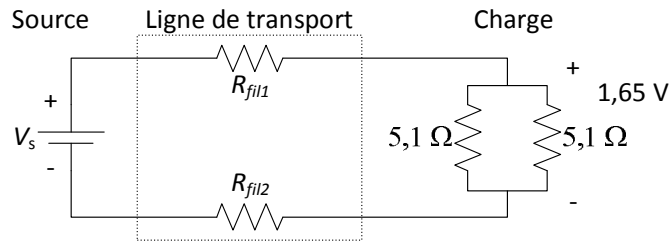

Figure 4 Schéma électrique de la configuration A.
La première configuration à évaluer consiste à relier les résistances de charge en parallèle, et de relier cette charge directement à la ligne de transport (figure 4). Dans cette configuration, la différence de potentiel à la charge est fixée à une valeur de 1,65 volt. De cette façon, la puissance cible pour la charge sera environ 1,07 W ($= \Delta V^2 / R = 1,65^2 / 2,55$).
- ⑤ Réalisez le montage illustré à la figure 4. Ajustez la source de façon à obtenir une différence de potentiel de 1,65 V à la charge. Si vous n'arrivez pas à obtenir précisément la tension demandée à la charge, utilisez la valeur indiquée par le voltmètre dans le tableau 2, à la place de la valeur 1,65 V (par exemple, 1,651 V).
- ⑥ Mesurez la différence de potentiel de la source à l'aide du multimètre (ne pas utiliser l'afficheur de la source), et consignez votre résultat dans le tableau 2.
- ⑦ À partir de vos mesures, calculez l'efficacité de transport η_{trsp} (équation (1)) et la résistance de la ligne de transport R_{fils} (équation (2)). Consignez la valeur de la résistance obtenue dans le tableau 1 ; l'efficacité obtenue peut être consignée dans le tableau 2. **Vérification** : si votre valeur calculée de R_{fils} n'est pas comparable à celle mesurée à l'aide de l'ohmmètre, vérifiez vos mesures, votre montage et vos calculs !